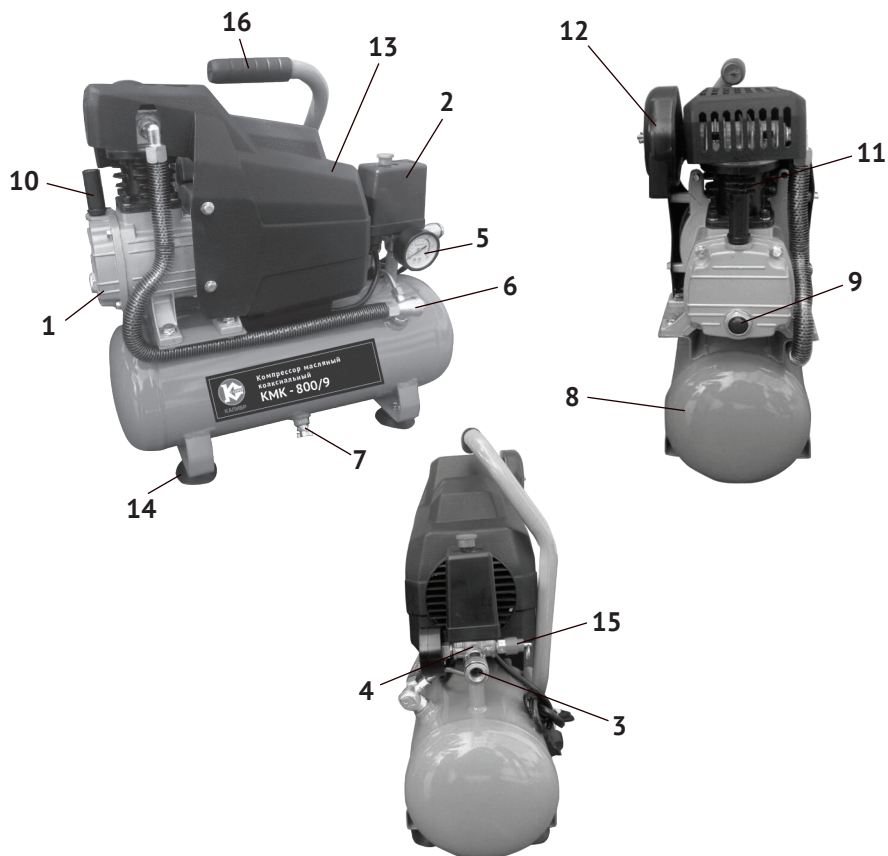

рис.1
4.1 Общий вид компрессора представлен на рис.1
4.2 Картер компрессорной группы (рис.1 поз.1) с двигателем закреплены на металлическом корпусе ресивера (рис.1 поз.8). Двигатель закрыт пластиковым кожухом (рис.1 поз.13). Вращение якоря двигателя преобразуется кривошипно-шатунным механизмом в возвратно-поступательное движение поршня. Сжатый воздух из выпускного клапана цилиндра подаётся в ресивер. При подключении к быстроразъёмному выходному штуцеру (рис.1 поз.3) шланга пневмоинструмента, сжатый воздух подаётся к инструменту (насадке). Выходное давление в штуцере контролируется по показаниям манометра (рис.1 поз.5).
6.4 Перед запуском компрессора проверьте уровень масла в картере, он должен соответствовать среднему значению, между максимальным и минимальным уровнем в контрольном окне уровня масла (рис.1 поз.9).
При подключении компрессора к сети питания, убедитесь, что, выключатель реле давления (рис.1 поз.2) находится в позиции «Выкл.» (кнопка отжата). Запустите компрессор, переведя выключатель в позицию «Вкл.» (кнопка нажата). Для обеспечения хорошей работы компрессора при первом запуске рекомендуется оставить компрессор работающим в течение 5 - 8 минут с открытым выходным штуцером (рис.1 поз.3), после чего откройте вентиль слива конденсата (рис.1 поз.7), находящийся снизу ресивера и слейте конденсат.
Закрыв вентиль слива конденсата, подключить к разъёму быстрозажимного штуцера (рис.1 поз.3) шланг подключаемого пневмоинструмента. После подключения шланга кольцо разъёма автоматически защёлкнется. Для отсоединения шланга кольцо разъёма надо сдвинуть в сторону тройника (рис.1 поз.4).
После первых 5-ти часов работы компрессора проверьте крепление винтов головки цилиндра и кожуха двигателя (рис.1 поз.13).
Выходной штуцер (рис.1 поз.3) выдаёт сжатый воздух с максимальным рабочим давлением (в ресивере), которое отображается на манометре (рис.1 поз.5).
Так же компрессор оснащён предохранительным клапаном (рис.1 поз.15) для ограничения максимального давления в ресивере.
- открыть крышку маслозаливной горловины (рис.1 поз.10);
контрольному окну (рис.1 поз.9);